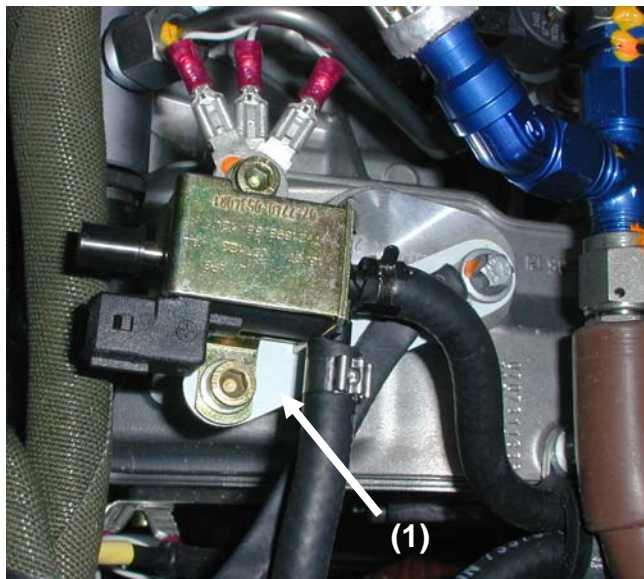

Bild 2/ Figure 2
Maßnahmen:	Befestigung des verbesserten Halters Boost Regelventil: - Ist das Boost Regelventil ohne Befestigungslasche montiert, siehe Bilder 1 und 2, mit Punkt A fortfahren, oder - Ist das Boost Regelventil mit Befestigungslasche montiert, siehe Bild 2, mit Punkt B fortfahren.
- When boost control valve is installed with support lug, see Figure 2, proceed with B